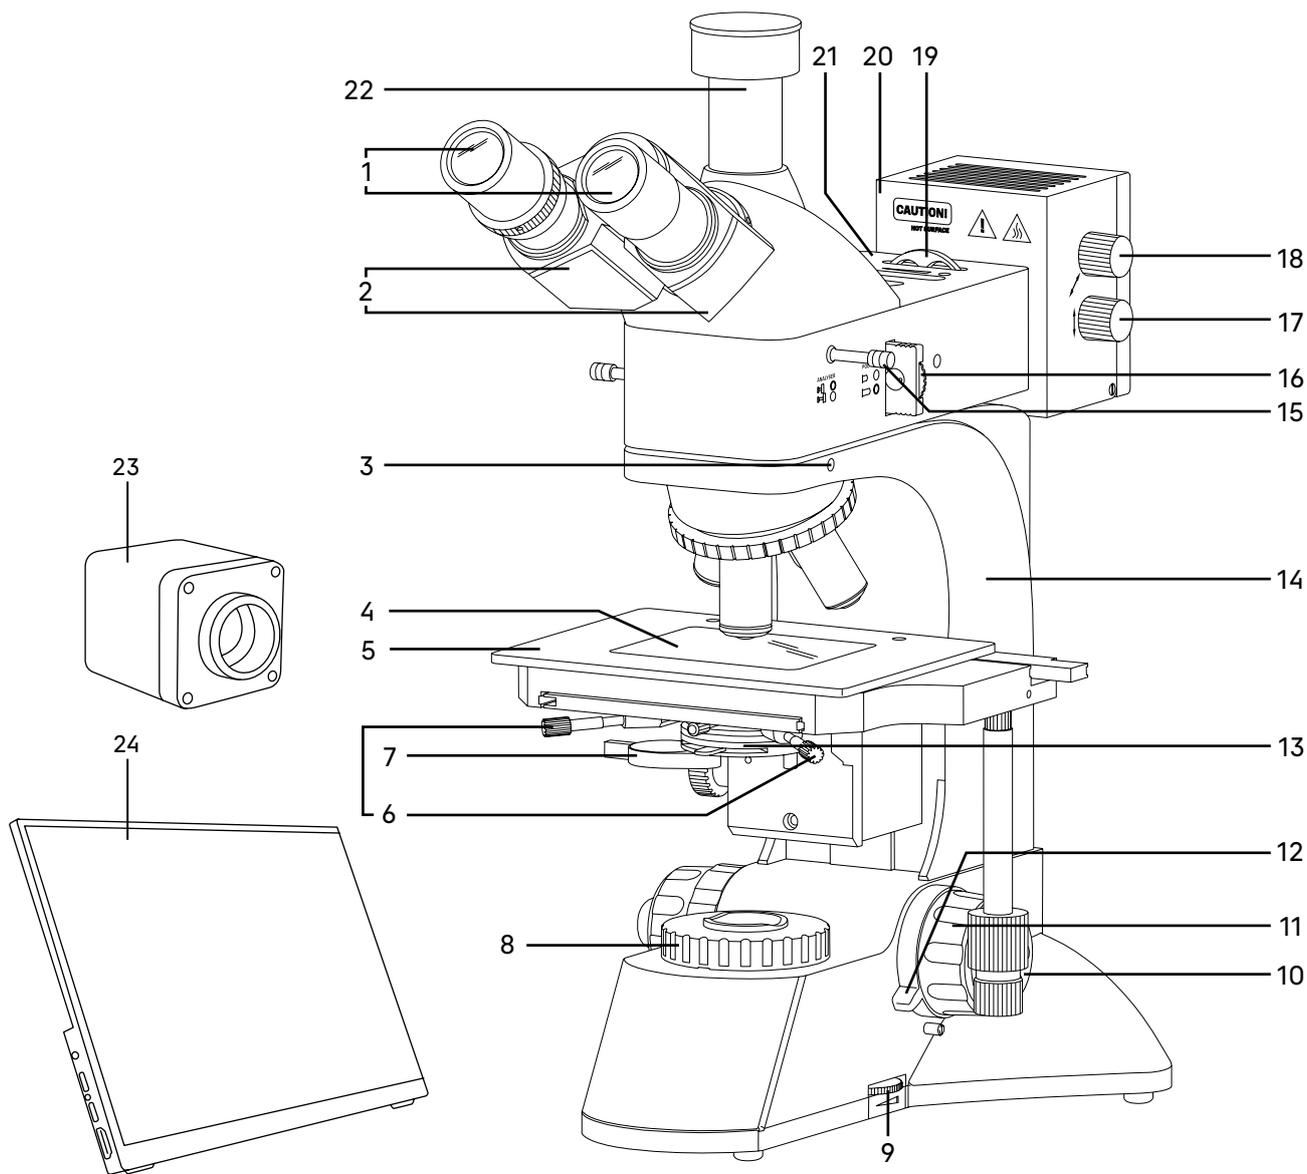
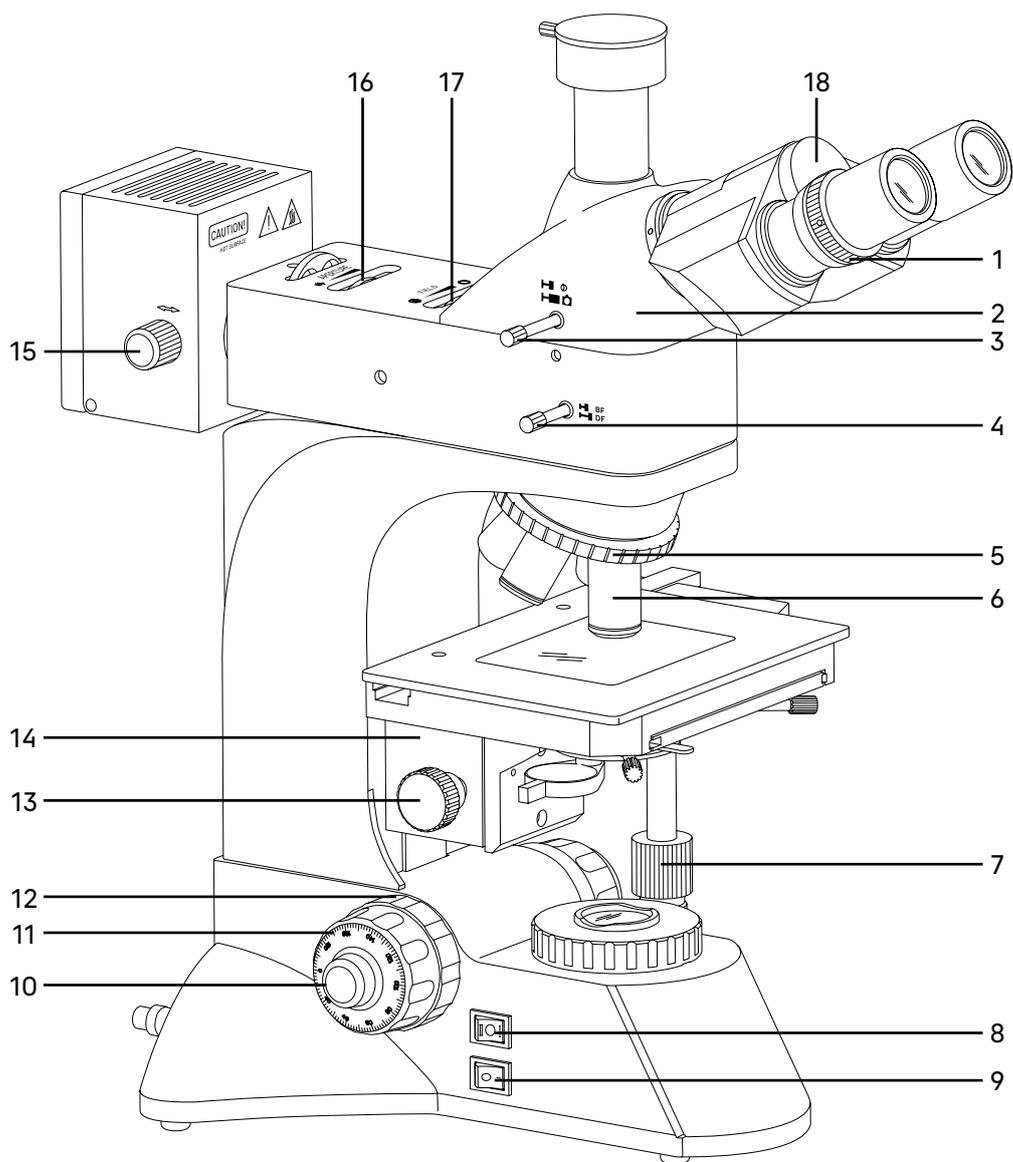

Рис. 1. Микроскоп MAGUS Metal D600 BD LCD. Вид справа
Рис. 2. Микроскоп MAGUS Metal D600 BD LCD. Вид слева
Общий вид микроскопа представлен на рис. 1, 2 и 3.
На штативе 14 (рис. 1) закреплены:
- револьверное устройство 5 (рис. 2) с объективами 6 (рис. 2);
- предметный столик 5 (рис. 1);
- кронштейн конденсора 14 (рис. 2).
На левой боковой поверхности основания расположен выключатель электропитания 9 (рис. 2). В положении «←» включается, а в положении «0» выключается сетевое напряжение.
Также на левой боковой поверхности основания расположен переключатель осветителя проходящего/отраженного света 8 (рис. 2). В положении «I» включается осветитель проходящего света, а в положении «II» включается осветитель отраженного света.
На правой боковой поверхности основания расположен диск регулировки яркости осветителя 9 (рис. 1).
Фокусировка на объект осуществляется перемещением по высоте предметного столика 5 (рис. 1). Грубая фокусировка производится вращением коаксиальных рукояток 11 (рис. 1 и 2), расположенных по обеим сторонам штатива.
Тонкая фокусировка производится вращением рукояток 10 (рис. 1 и 2), расположенных по обеим сторонам штатива. Тонкая фокусировка требуется для более точной фокусировки на объект и для подфокусировки микроскопа на резкость изображения при смене объективов.
Механизм регулировки жесткости хода грубой фокусировки 12 (рис. 2) – кольцо между штативом и рукояткой грубой фокусировки с левой стороны. С помощью кольца регулируется жесткость хода грубой фокусировки таким образом, чтобы жесткость была комфортной для пользователя, но при этом предметный столик не опускался самопроизвольно во время работы.
Механизм блокировки грубой фокусировки 12 (рис. 1) расположен с правой стороны. После завершения грубой фокусировки рекомендуется перевести рычаг в крайнее положение в направлении по часовой стрелке. Благодаря этому закрепится положение грубой фокусировки для быстрой рефокусировки после смены объекта.
Насадка 2 (рис. 2) обеспечивает визуальное наблюдение изображения объекта.
Изменение межзрачкового расстояния в насадке осуществляется разворотом окулярных тубусов 2 (рис. 1) в пределах 48–75 мм. Значение расстояния, установленного в соответствии с глазной базой наблюдателя, отсчитывается по шкале на визуальной насадке 18 (рис. 2).
Механизм диоптрийной подвижки на левом окулярном тубусе служит для компенсации аметропии глаз наблюдателя. Регулировка осевого положения окуляра производится кольцом 1 (рис. 2). Второй окулярный тубус насадки неподвижный.
В вертикальный тубус 22 (рис. 1) корпуса визуальной насадки (канал визуализации) для фиксации камеры (видеоокуляра) устанавливается переходник C-mount. Камера служит для вывода изображения на экран компьютера или монитор/телевизор. Переключение светового потока на вертикальный тубус производится рукояткой 3 (рис. 2). Рукоятка имеет два положения: 100/0 и 0/100.
В комплект микроскопа входят окуляры 1 (рис. 1). Окуляры имеют высокое положение выходного зрачка и предназначены для работы как в очках, так и без них.
Револьверное устройство 5 (рис. 2) обеспечивает установку пяти объективов 6 (рис. 2). Смена объективов производится вращением револьверного устройства за рифленую поверхность до фиксированного положения.
Двухкоординатный предметный столик 5 (рис. 1) обеспечивает перемещение объекта в двух взаимно перпендикулярных направлениях с помощью рукояток 7 (рис. 2), расположенных на одной оси.
Размеры предметного столика 210 мм x 140 мм. Диапазон перемещения предметного столика составляет 75 мм по оси X и 50 мм по оси Y. Стеклопрозрачная вставка в предметный столик 4 (рис. 1) обеспечивает возможность работы с прозрачными и полупрозрачными объектами.
Конденсор 13 (рис. 1) установлен в кронштейн 14 (рис. 2) под предметным столиком микроскопа. Тип крепления конденсора – «под винт». Перемещение конденсора вдоль оптической оси микроскопа осуществляется с помощью рукоятки перемещения кронштейна конденсора 13 (рис. 2), расположенной слева от наблюдателя под столиком микроскопа. Диапазон перемещения конденсора – не менее 13 мм.
Центрировка конденсора в оптической оси осуществляется двумя винтами 6 (рис. 1).
Апертурная диафрагма регулируется (открывается/закрывается) рукояткой на конденсоре 13 (рис. 1). Для достижения наилучшего качества изображения рекомендуется прикрывать апертурную диафрагму конденсора светлого поля приблизительно на 1/3 диаметра выходного зрачка объектива.
К корпусу конденсора светлого поля снизу крепится оправа с откидной линзой 7 (рис. 1), которая используется для улучшения освещения и получения более четкого изображения объекта. При работе с объективом малого увеличения 4x рекомендуется вводить ее в ход лучей.
Встроенный в основание микроскопа осветитель включает коллектор в оправе с полевой диафрагмой 8 (рис. 1) и источник света – галогенную лампу.
Питание лампы осуществляется от сети переменного тока через источник электропитания, расположенный внутри штатива. Включение осветителя осуществляется с помощью выключателя 9 (рис. 2) и переключателя 8 (рис. 2). Регулировка яркости осуществляется диском 9 (рис. 1).